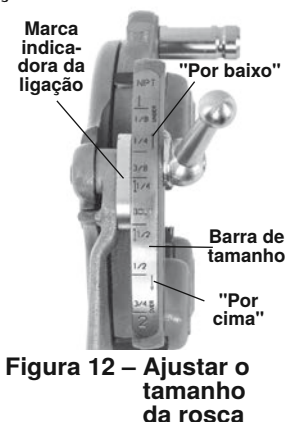

Figura 12 – Ajustar o tamanho da rosca
3. Inicie com a marca indicadora alinhada com a marca de tamanho desejado na barra de tamanho. Em cabeças de roscar de parafuso, defina a marca de ligação em linha na barra de tamanho. Para as rosas de parafusos, colocar todas as tarraxas de parafuso na linha BOLT na barra de tamanhos (Figura 12).